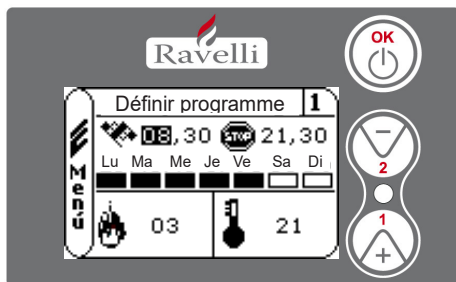

Fig. 1
- En confirmant avec la touche OK, vous accédez au défilement des jours, et vous activez/désactivez les jours à l'aide des touches 1 et 2 (ex. : Fig. 1, activation lundi, mardi, mercredi, jeudi et vendredi).
- En confirmant avec la touche OK, vous accédez au réglage de la puissance, et vous définissez les valeurs à l'aide des touches 1 et 2 (ex. : Fig 1, Puissance 3).